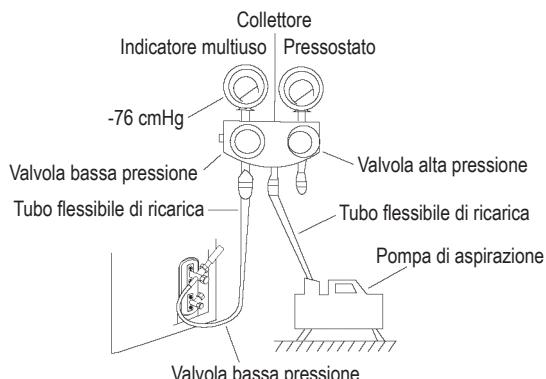

Fig. 8.1
- 2. Rimuovere il coperchio elettrico dell'unità esterna. Se l'unità esterna è sprovvista di coperchio, smontare i bulloni dal pannello di manutenzione e rimuovere il pannello di protezione. (Vedere Fig. 8.1)